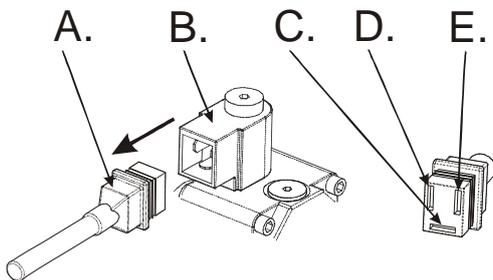

Figure 27 - Connexions électroniques de l'électrovanne.
6. Débrancher la fiche connectée à l'électrovanne (A Fig. 27).
7. Connecter les bornes de l'ohmmètre, qui devra alors être configuré comme un voltmètre VCA, à la connexion (D) et (E) de la fiche (A).